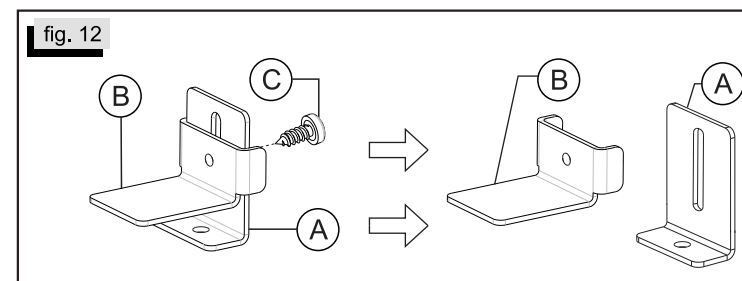

fig. 12
3) De los accesorios provistos, desmonte las 4 piezas "B" de las piezas "A" retirando los tornillos "C" y consérvelos (fig. 12).